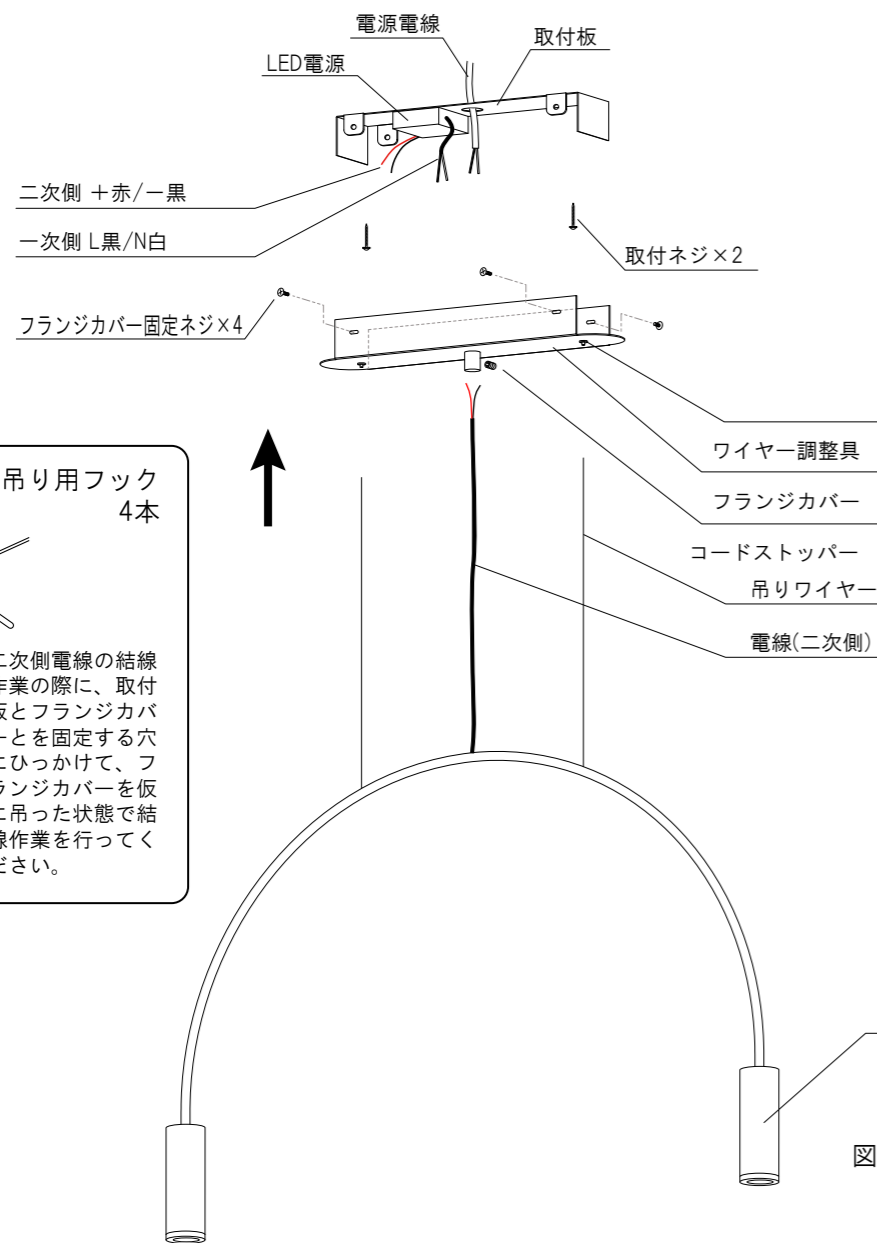

図1) 仮吊り用フック
- ①電源電線を取付板の電源用穴より通してください。
- ②取付ネジで、取付板を下地のある天井材にしっかり固定します。
- ③電源電線とLED電源の一次側(L黒/N白)を接続します。
- ④フランジカバーに吊りワイヤーと電線(二次側)を通します。吊りワイヤーの長さ調整はワイヤー調整具にて行います。
- ⑤同梱の仮吊り用フックを取付板にひっかけ(図1)器具の全長を調整済みのフランジカバーを仮吊りしてください。
- ⑥器具の電線(二次側)のプラス(赤)とマイナス(-)を、それぞれLED電源のプラス(赤)とマイナス(-)とに接続します。